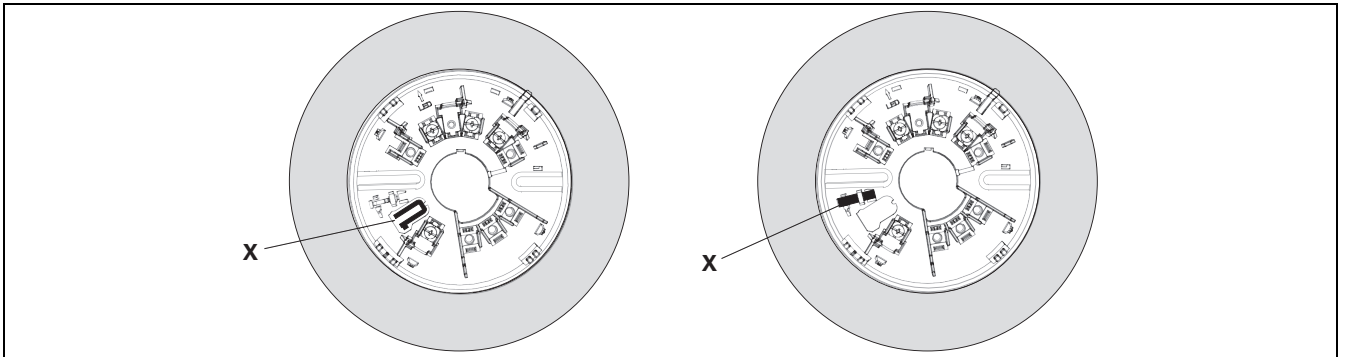

Figura 3.2 Usando o mecanismo de travamento
As bases do detector vêm com uma barra de travamento (X) como parte do molde da base a fim de impedir remoções mal intencionadas do detector. O mecanismo de travamento pode ser usado colocando-se a barra de travamento em formato de U (X) na posição certa, conforme mostrado em *Figura 3.2*.